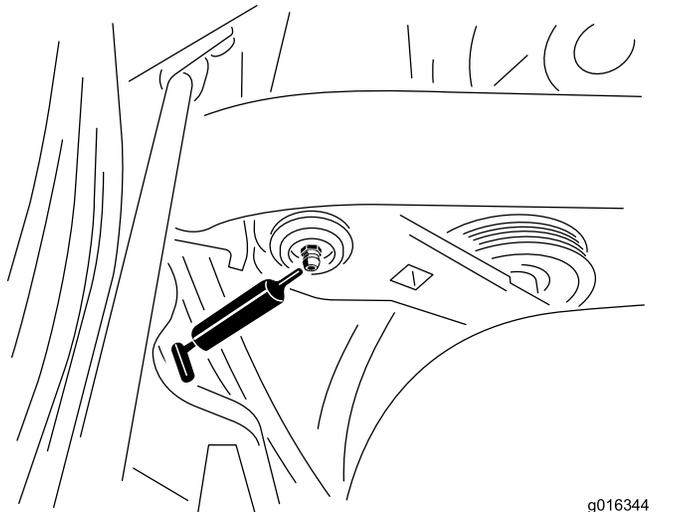

图 29
1. 擦干净黄油嘴这样就不会导致异物进入轴承或轴套中图 29。